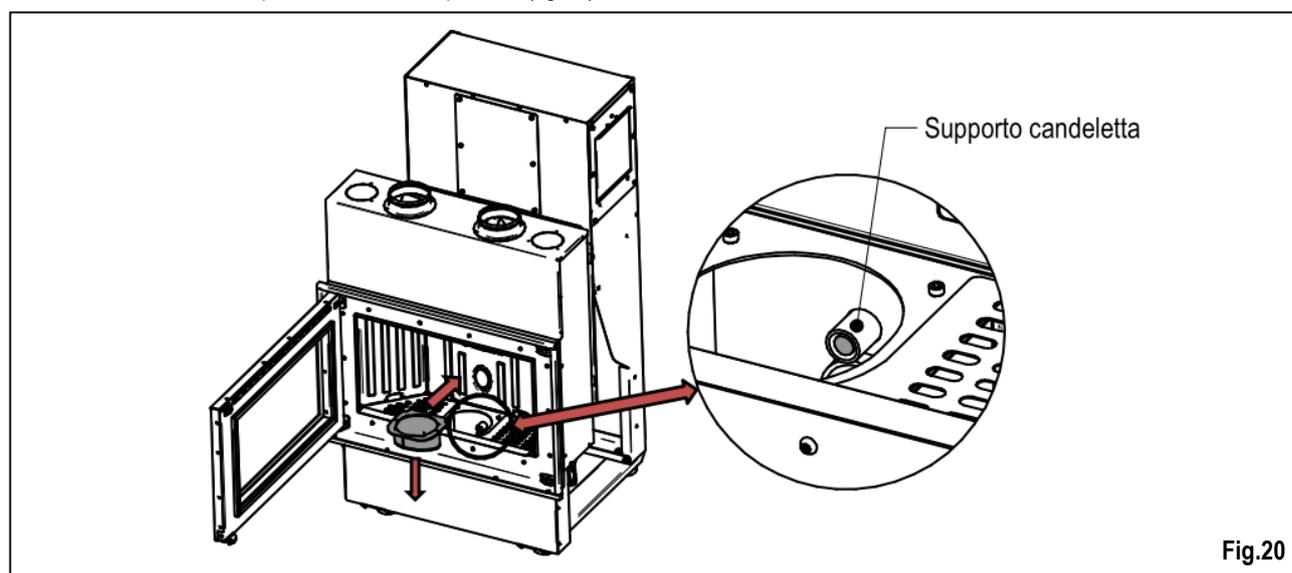

Fig.20
**CONSIGLI:** quando si ripristina il braciere fare attenzione ad inserirlo correttamente nell'apposita sede presente nella struttura, verificando la sua perfetta planarità sulla base di appoggio e spingendolo verso il fondale per far coincidere il foro posteriore con il supporto della candeletta (fig.20).
**COME AGIRE:** Rimuovere il braciere e verificare che il supporto della candeletta non sia ostruito. In caso contrario rimuovere ogni residuo con l'ausilio di un pennello e di un aspiratore (fig.20).